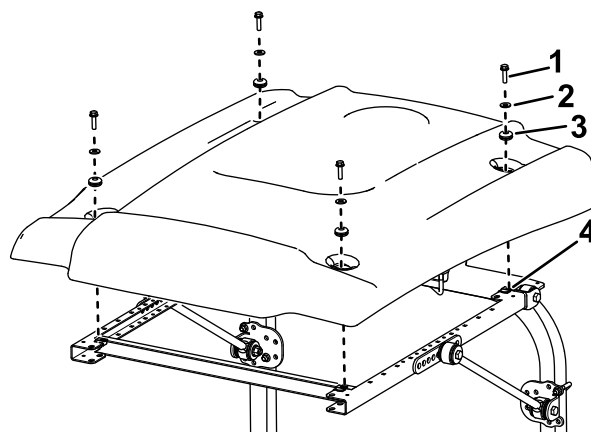

Figura 49
9. Ao alinhar os furos de montagem, posicione o toldo na estrutura como se mostra na Figura 49.
10. Monte, sem apertar completamente, cada canto do toldo na estrutura com um parafuso de cabeça flangeada ($\frac{5}{16}$ x 1 pol.), uma anilha pequena e um olhal (Figura 49).